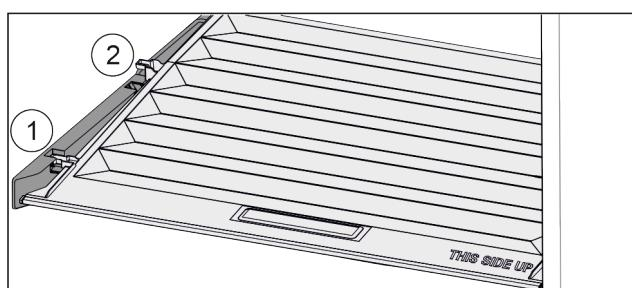

Fig. 59
- Издърпайте напред Fig. 59 (1) капака до отвора в задържащите части.
- Повдигнете го отзад отдолу и отстранете Fig. 59 (2) нагоре.